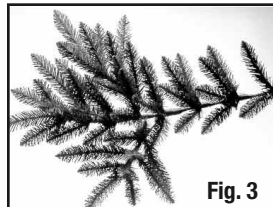

Fig. 3
5. **DANDO FORMA:** Para obtener mejores resultados, dele forma a su árbol con las luces encendidas. Las ramas deben caer hasta alcanzar su posición natural durante el ensamblado. Si aún tiene ramas en posición vertical, bájelas gentilmente a su posición apropiada (Figure 3). Ver **IMPORTANTE NOTA** debajo.